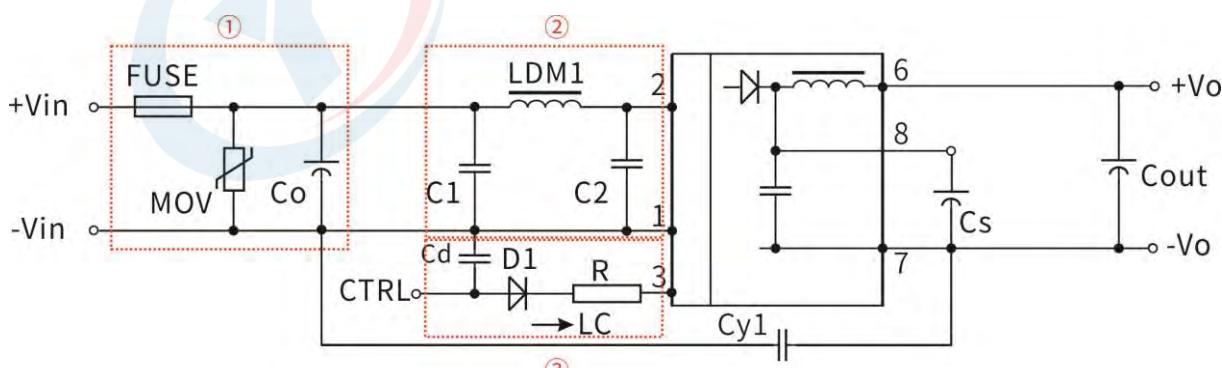

图 3
- ② 图 3 中第①部分用于 EMS 测试; 第②部分用于 EMI 滤波, 可依据需求选择;
- ②VC 为 Ctrl 端相对于输入地 GND 的电压, VD 为 D1 的正向导通压降, IC 为流入 Ctrl 端的电流, 一般取 5-10mA, Ctrl 端外围电路如图 3-③;
- ③若图中元器件无附其参数说明, 则此型号外围中不需要这个元器件。